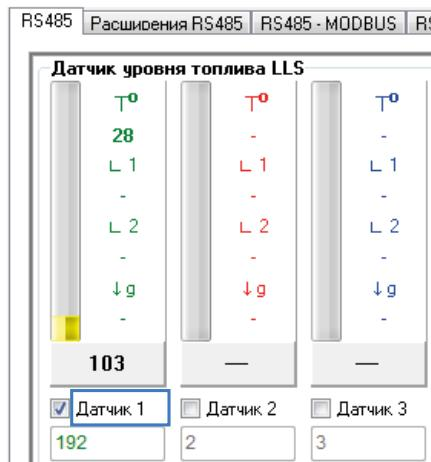

Рис.38. Порядковый номер датчика.
- **LLSx** – параметр типа int, возвращающий угол наклона при подключении датчиков угла наклона к контроллеру «АвтоГРАФ» по протоколу LLS. Показания угла передаются в градусах. x – это индекс датчика, т.е. порядковый номер подключенного датчика в настройках контроллера (**Рис.38**). В рассматриваемом примере порядковый номер датчика 1.
- **TLLSx** – параметр типа int, возвращающий температуру с датчиков, подключенных к контроллеру «АвтоГРАФ» по протоколу LLS. Показания температуры передаются в °C. x – это индекс датчика, т.е. порядковый номер подключенного датчика в настройках контроллера (**Рис.38**). В рассматриваемом примере порядковый номер датчика 1.